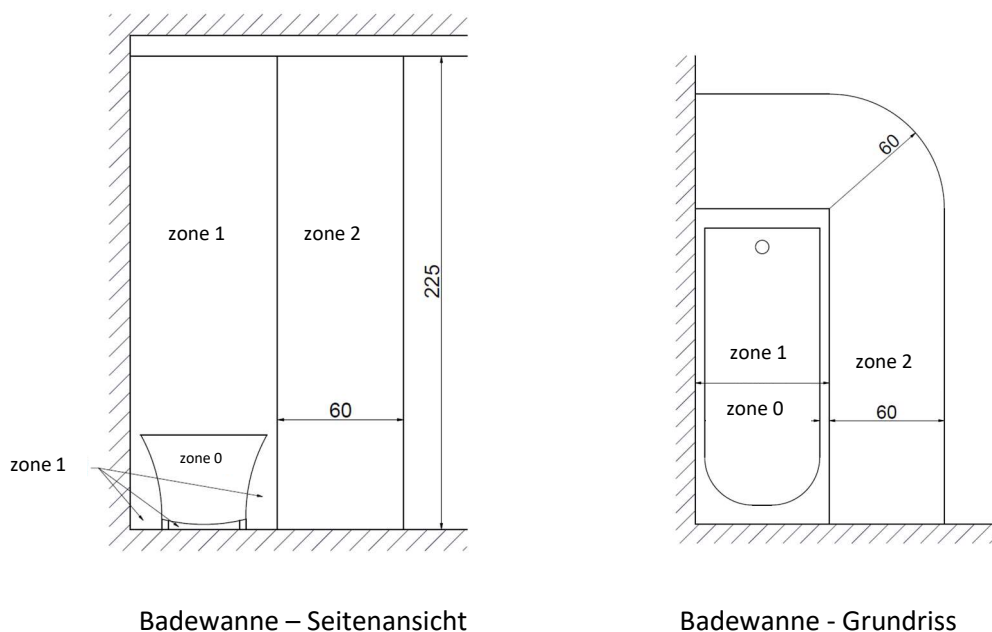

Abbildung 1
- Mögliche Installation in Badezimmern und Waschräumen in der Zone 1 - elektrische Deckung IP 25 (über dem Niveau von Badewanne, Duschecke) gemäß ČSN 33 2000-7-701 (Abb. 1)